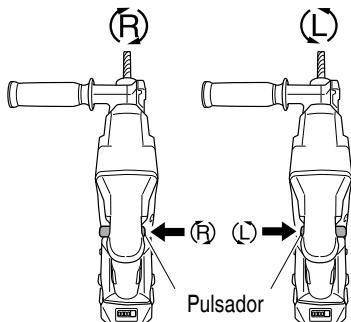

Fig. 15
6. Confirmar la dirección de rotación de la broca (Fig. 15)
La broca rota hacia la derecha (visto desde atrás) al oprimir el lado R del botón. (Fig. 15).